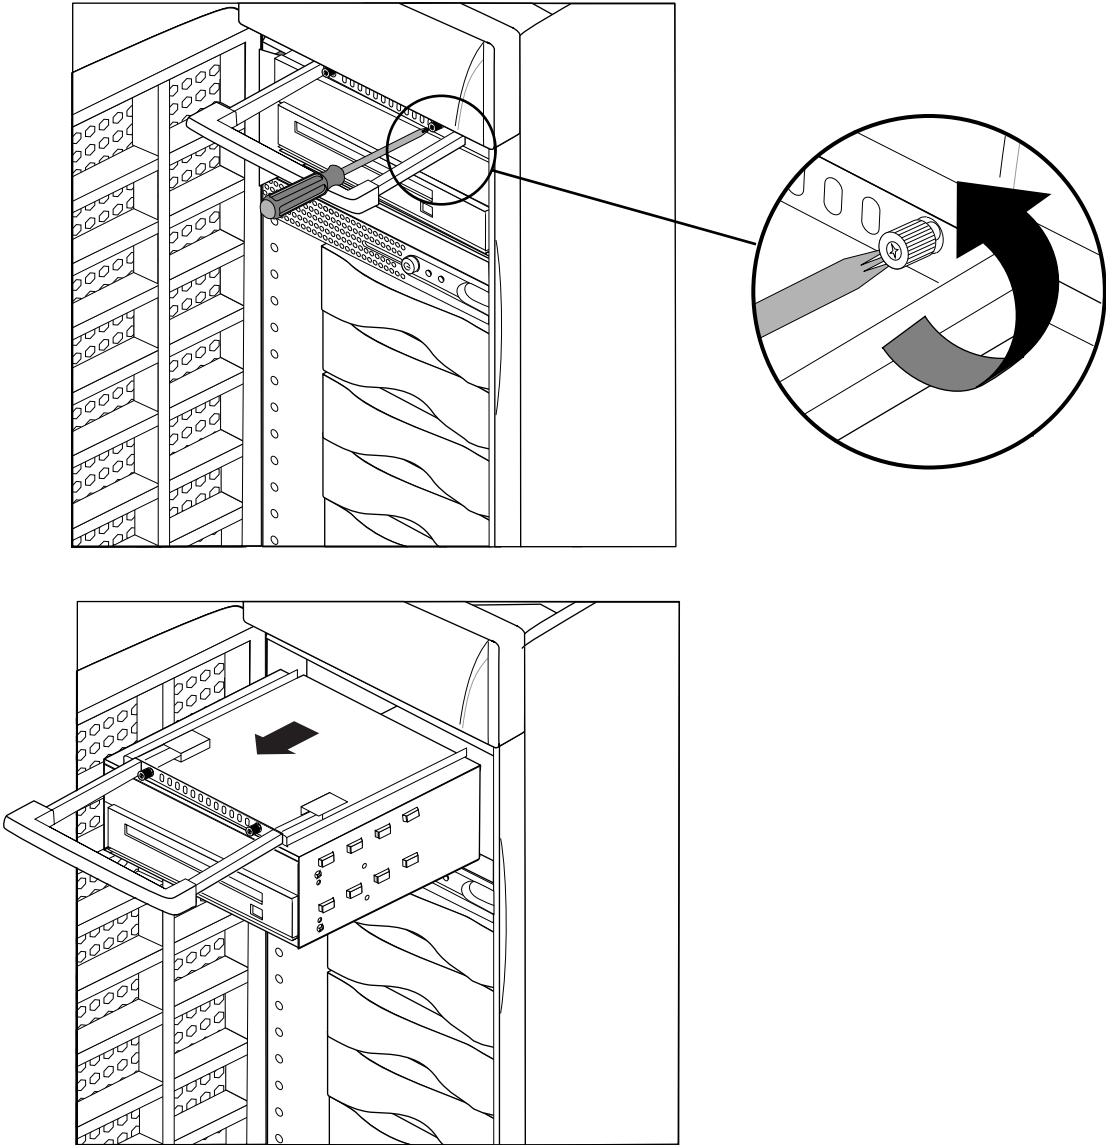

Figure 7-7 Retrait du tiroir de périphérique
1. Retirez le tiroir de périphérique, comme indiqué à la Figure 7-7.